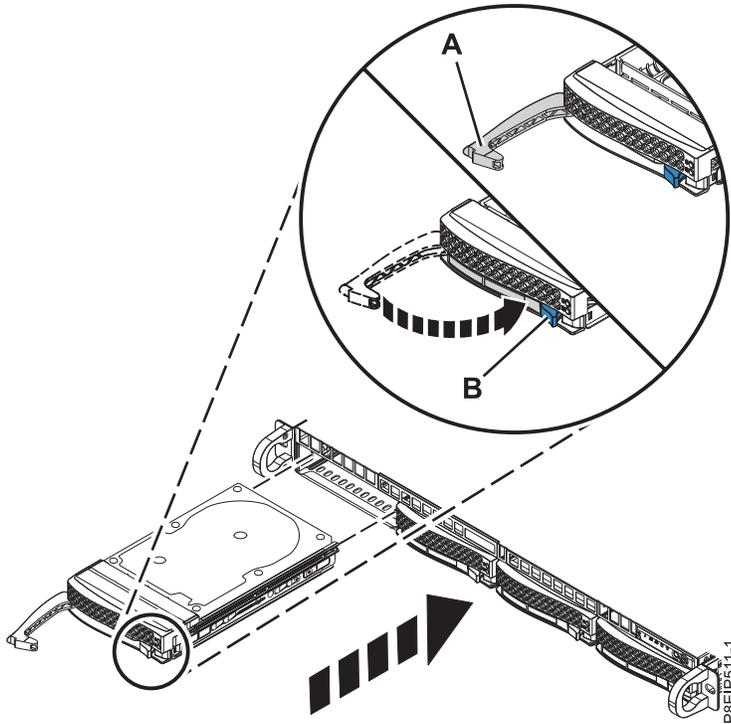

Abbildung 13. Detail zur Plattenlaufwerksperre
7. Lassen Sie den Griff an der Laufwerkposition (A) einrasten, indem Sie auf die Griffentriegelung drücken (siehe Abb. 13 auf Seite 14).